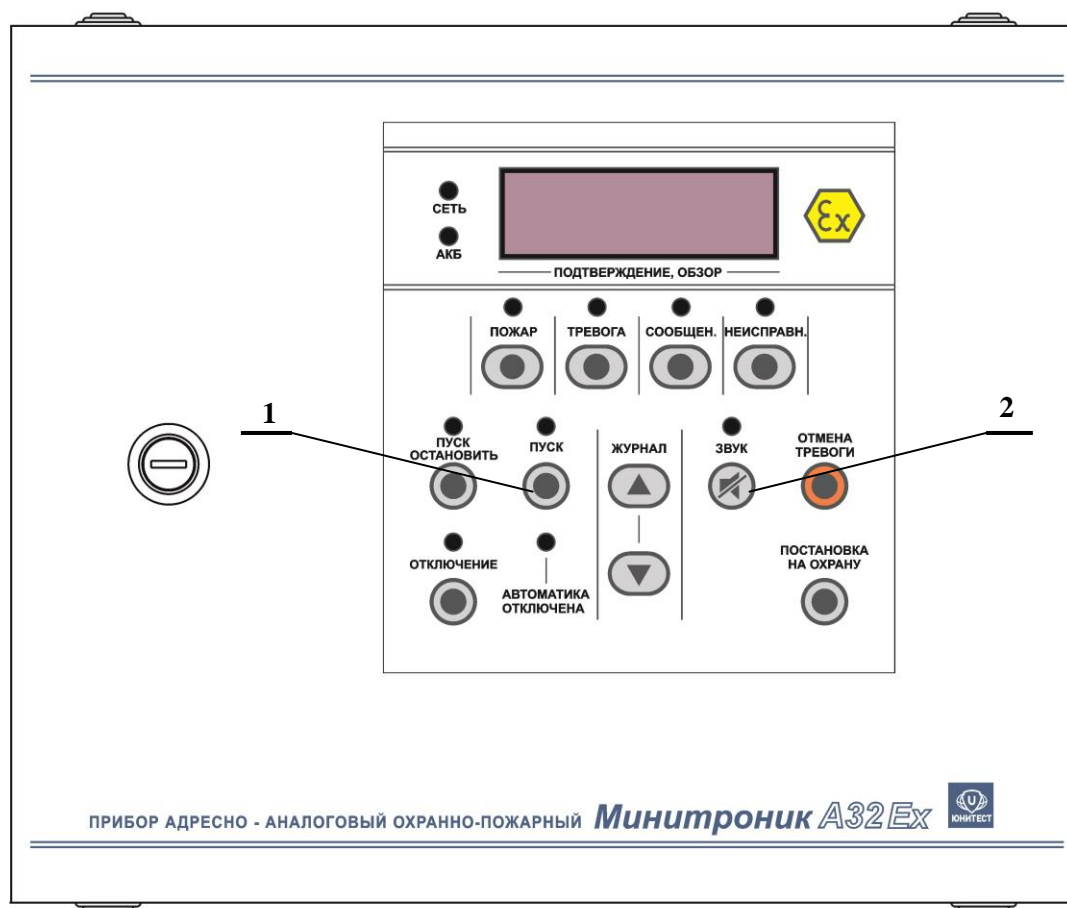

Рис.1. Органы управления и индикации АПКП «Минитроник А32.Ех».
2.1.2. Для формирования и внесения изменений в базу данных необходимо перевести прибор в режим программирования («Сервисный режим») – для этого одеть джампер «Прог.» на системной плате. В сервисном режиме останавливается опрос АУ, представленных в базе данных, а прибор переходит к работе в диалоговом режиме. По окончании программирования снять джампер на системной плате. Органы управления и индикации АПКП показаны на рис.1.